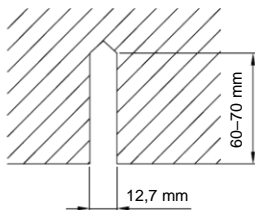

Fig. 6
- (2) Installez les boulons dans le plafond capable de supporter le poids de l'unité. Pointez la position des boulons selon le gabarit d'installation. À l'aide d'une perceuse à percussion, réalisez les trous d'un diamètre de 12,7 mm (1/2"). (Fig. 6)